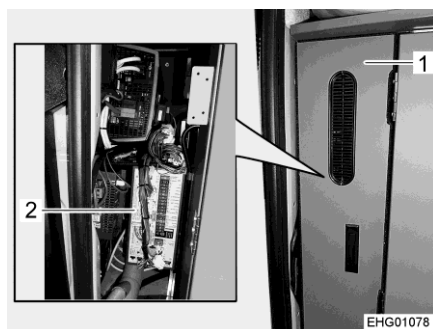

Fig. 72 Ubicazione centralina elettrica
- Ubicazione** La centralina elettrica (Fig. 72,2) è installata sul porta-apparecchi dietro il cassone letto sinistro e vi si accede attraverso uno sportello di servizio (Fig. 72,1).